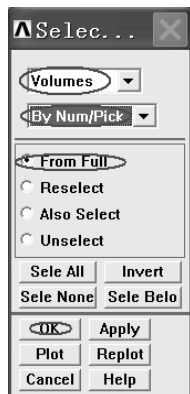
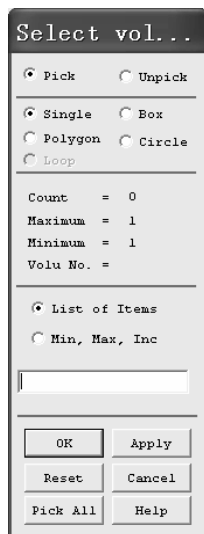

图 6-26 “Selec...” 窗口
图 6-27 “Select vol...” 窗口
(1) 依次选择 Utility Menu>Select>Entities..., 弹出 “Selec...” 窗口 (见图 6-26)。在该窗口的第一个方框中选择 “Volumes”，在第二个方框中选择 “By Num/Pick”，再选中 “From Full” 前的单选框，然后单击 “OK” 按钮，弹出 “Select vol...” 窗口 (见图 6-27)。